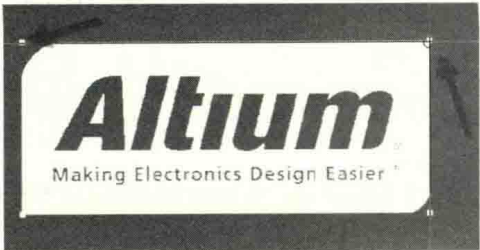

图 11-40 大小变更预览
(6) 激活设置大小命令之后，单击 Logo，这个时候就会出现 Logo 的调整大小的调整点，单击拖动调整点就可以变大或者缩小了，如图 11-40 所示。